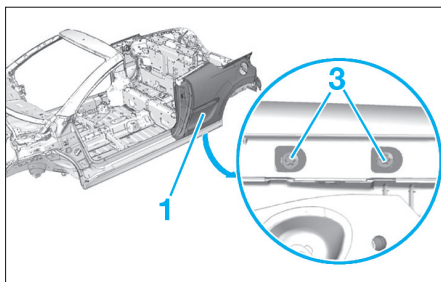

FIG. 74
- Déposer les vis (3) (Fig.74), puis extraire l'aile arrière.